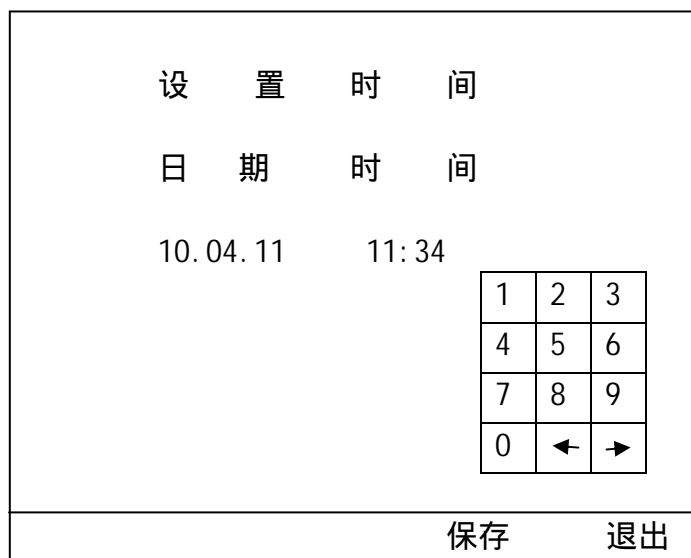

图 8
2、时间设置界面如图 8 所示，按屏幕上的左右键或旋钮开关左右转动，光标在各个时间数字上切换，按屏幕上的小键盘数字，改变光标位置的时间数值，修改完成后，按屏幕上“保存”，将修改当前时钟的时间值为设置值，进入设置操作主界面，按“退出”不保存，返回设置操作主界面。